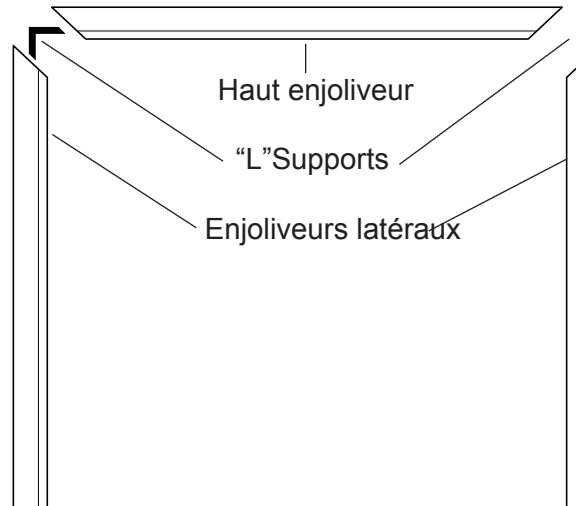

Figure 24 - Alignement sur garniture de plancher
1. Jeter les garnitures et les supports en "L" sur le sol. Voir la Figure 24.